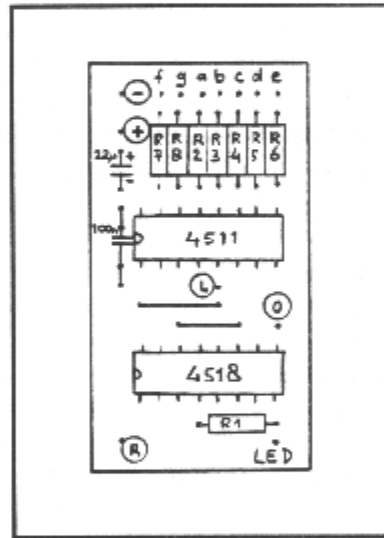
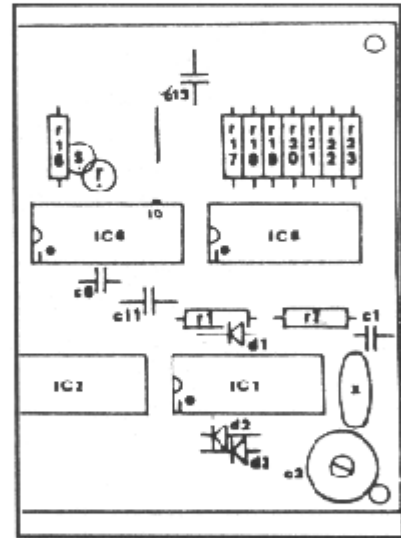
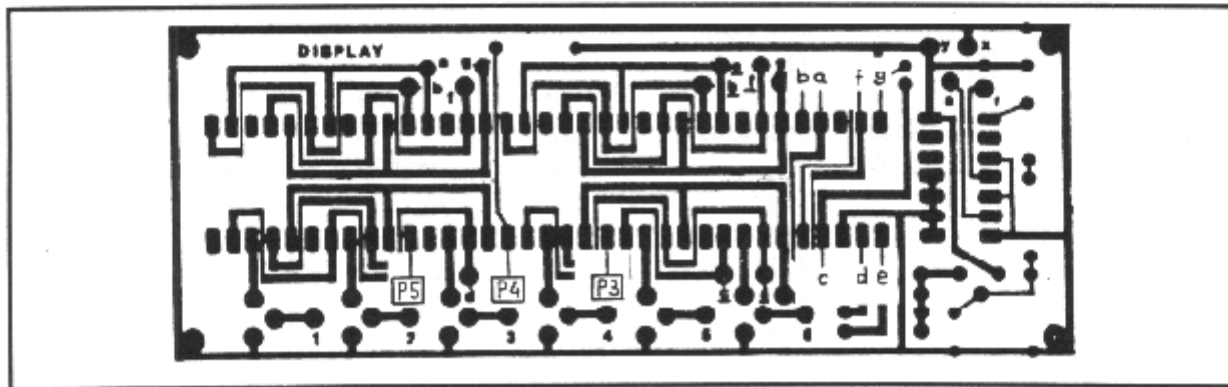

Fig.3 Opstelling onderdelen
Fig. 4 Aansluiting NVRA counterprint
Fig. 5 Aansluiting NVRA displayprint (sporenzijde)
De weerstanden R7 t/m R13 gaan naar het aanpassingsprintje op de plaatsen R2 t/m R8. De verbindingen (r) en (s) van de counterprint (zie fig. 4) op de displayprint losmaken en verbinden met de aanpassingsprint, (r) -> (R) en (s) -> (O). Vanaf pen 10 van IC6 (4553) op de counterprint een verbinding maken met punt (L) op het aanpassingsprintje. De punten a t/m g (zie fig. 3) van het aanpassingsprintje worden direct met de aansluitingen van ld1 verbonden op de sporenzijde van de displayprint (zie fig. 5). Op (+) en (-) van de aanpassingsprint wordt de werkspanning aangesloten, dit is de spanning afkomstig uit IC9 (spanningstabilisator) op de counterprint. Na deze aanpassing kan display ld1 de waarde 0 t/m 9 weergeven.